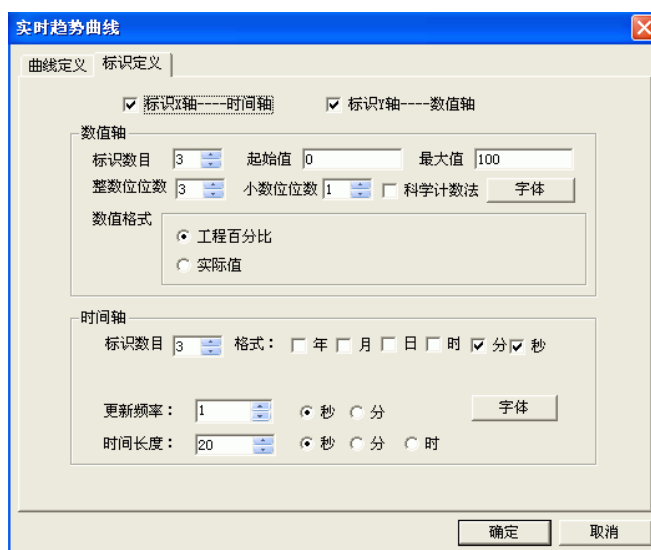

图 4-3 标识定义属性页
- 标识定义属性页。标识定义属性页，如图 4-3 所示。在此属性页中您可以设置数值轴和时间轴的显示风格。